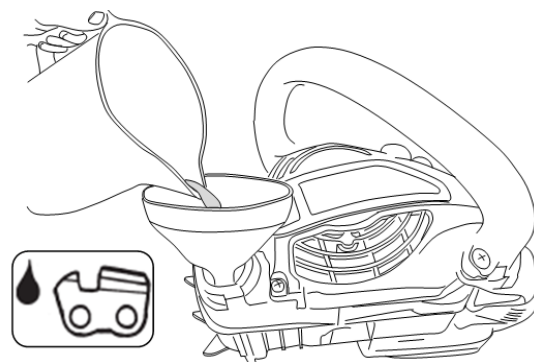

Abb. 12
1) **WARNUNG!** Verwenden Sie nur Öl, das speziell zum Schmieren von Sägeketten vorgesehen ist (siehe Abb. 12).